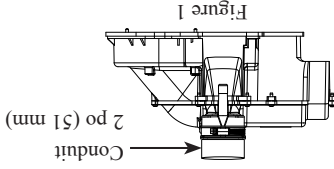

Figure 1
1. Raccordez le conduit d'évacuation au raccord d'accouplement de 2 po (51 mm) en caoutchouc de la soufflerie (pré-installé) et fixez-le en place avec les colliers de serrage (voir Figure 1).